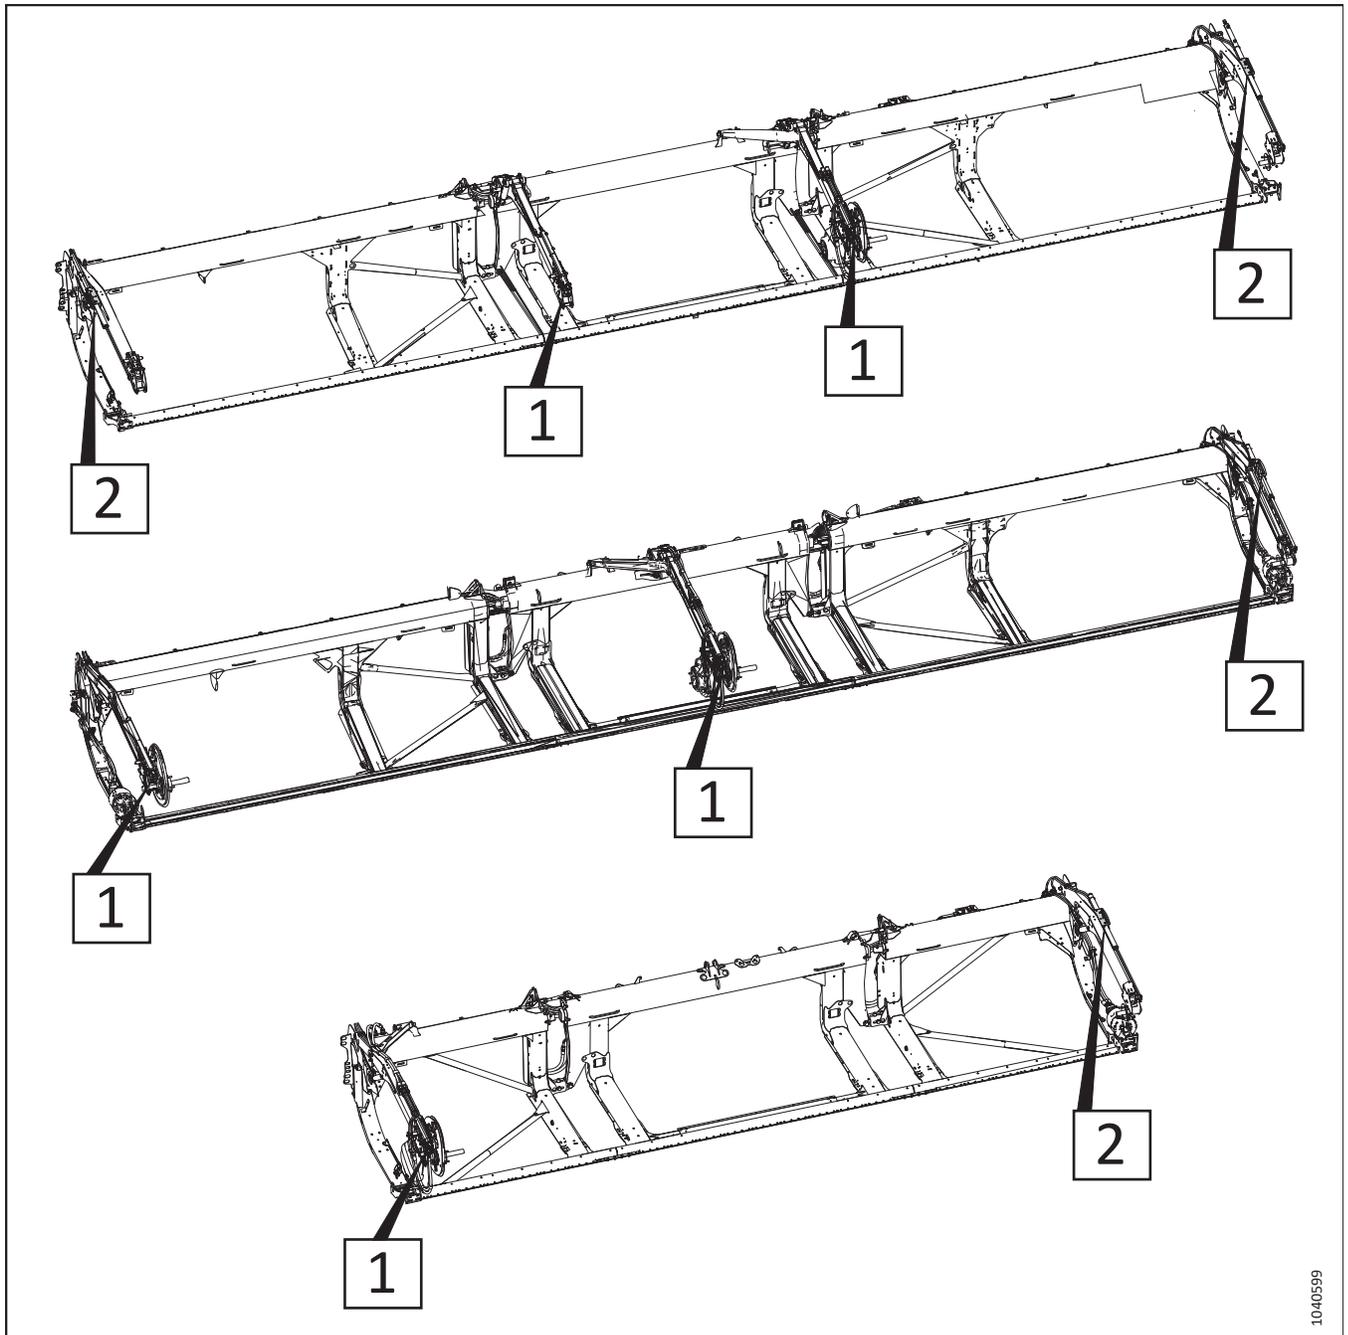

Figure 3.198: Vérins avant-arrière réglables – Numéros de référence des procédures
6. Consultez la figure 3.198, page 177 pour trouver les procédures de réglage des vérins avant-arrière adaptées à votre type de plateforme. Le numéro sur l'illustration se rapporte à l'une des procédures suivantes :